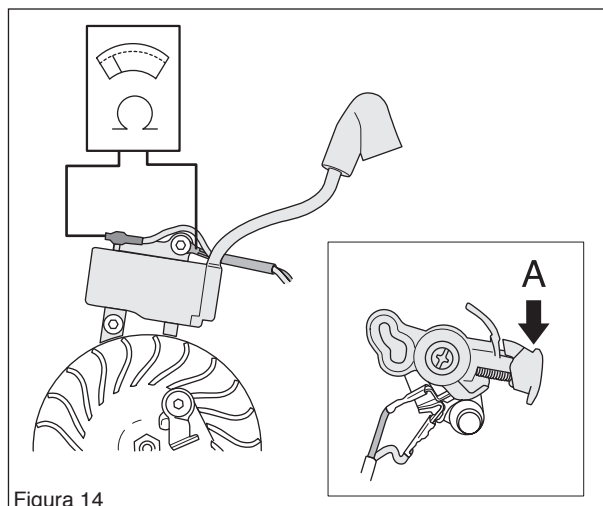

Figura 14
Medir la resistencia conectando un multímetro en la bobina de encendido. ¡ATENCIÓN! El interruptor debe estar en la posición “conectado” (A) para obtener el movimiento correcto. (Ver la figura 14.)